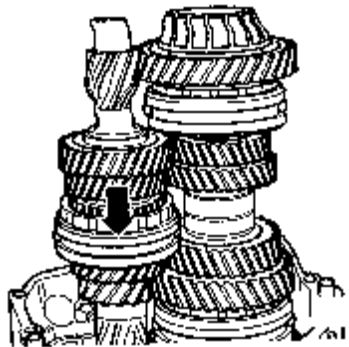

图 9-52 3 挡位置
(3) 旋转变速箱壳体，然后啮合在第 3 挡（图 9-52 箭头方向）。